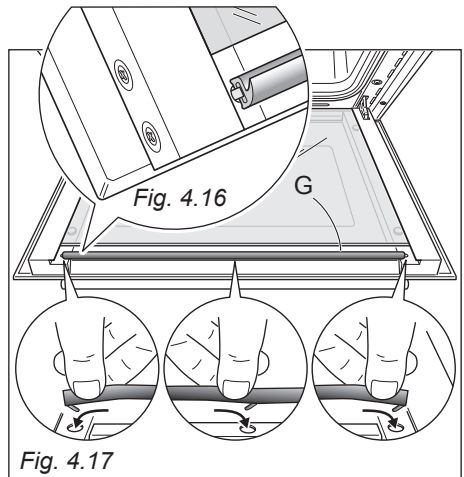

Fig. 4.17
- Montare la guarnizione "G" nel giusto verso (fig. 4.16) agganciando i 3 uncini negli appositi fori (fig. 4.17).